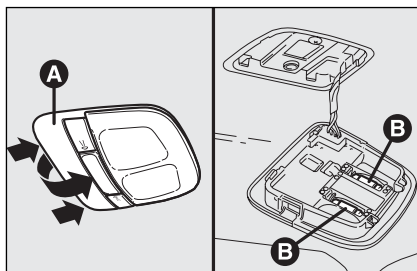

fig. 46
- ☐ enlever le plafonnier **A-fig. 46** en faisant pression sur les points indiqués par les flèches (en correspondance des languettes de retenue);